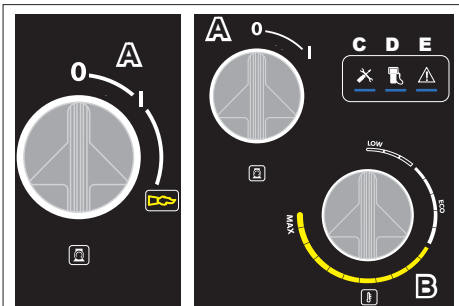

Abb. 11
N.B. Um die Anzeigen der rückzusetzen, muss der Hauptschalter „A“ auf „0“, und dann auf „I“ gedreht werden (Abb. 11).
**Bei Betrieb mit Heißwasser von den Abgasöffnungen fernhalten (Verbrühungsgefahr). Nach Beendigung des Betriebs „Phase Dampf“, den Thermostatknopf „B“ auf die Position „0“ drehen (Abb. 11), das Gerät ca. 3 Minuten bei geöffneter Pistole abkühlen lassen. 3 Minuten bei geöffneter Pistole**